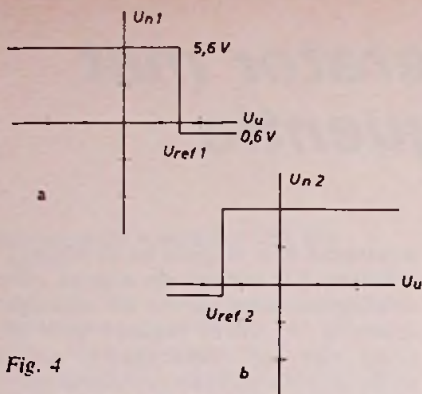

Fig. 4
Deze spanningsniveau-detectoren (N1 en N2) zijn opgebouwd met operationele versterkers 709. De schakelingen zijn zodanig, dat zij de karakteristieken bezitten als weergegeven in fig. 4 a en b. De referentiespanningen  $U_{ref.1}$  en